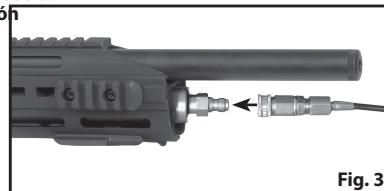

Fig. 3
7. Conecte el aditamento de desconexión rápida de la manguera de la bomba manual al niple de llenado (Fig. 3).
- Conecte el aditamento de desconexión rápida de la manguera de la adaptador al niple de llenado (Fig. 3).